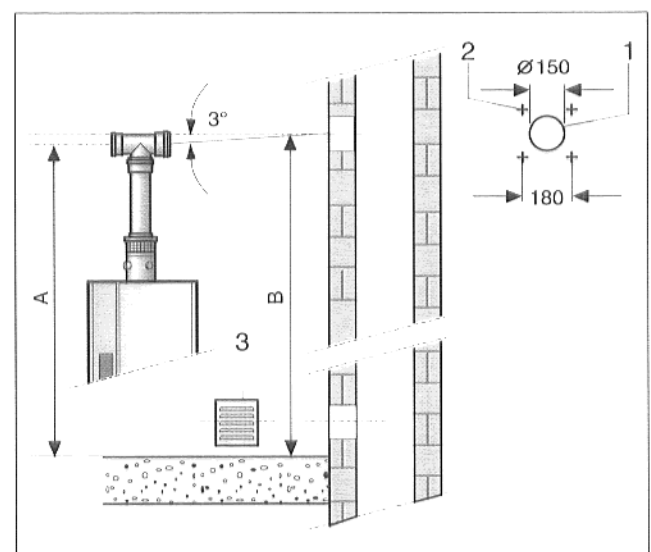

Abb. 7 Lage der Montageöffnung
- Lage der Montageöffnung bestimmen. Das Maß B (Abb. 7) ergibt sich aus dem Maß A unter Beachtung eines Gefälles von 3°.
- Montageöffnung (Abb. 7, Pos. 1), \varnothing 150 mm bohren und Dübel (Abb. 7, Pos. 2) zur Befestigung der Abdeckplatte setzen.
- Falls noch nicht vorhanden, Hinterlüftungsöffnung 200 mm x 100 mm herstellen und Lüftungsgitter (Abb. 7, Pos. 3) montieren.